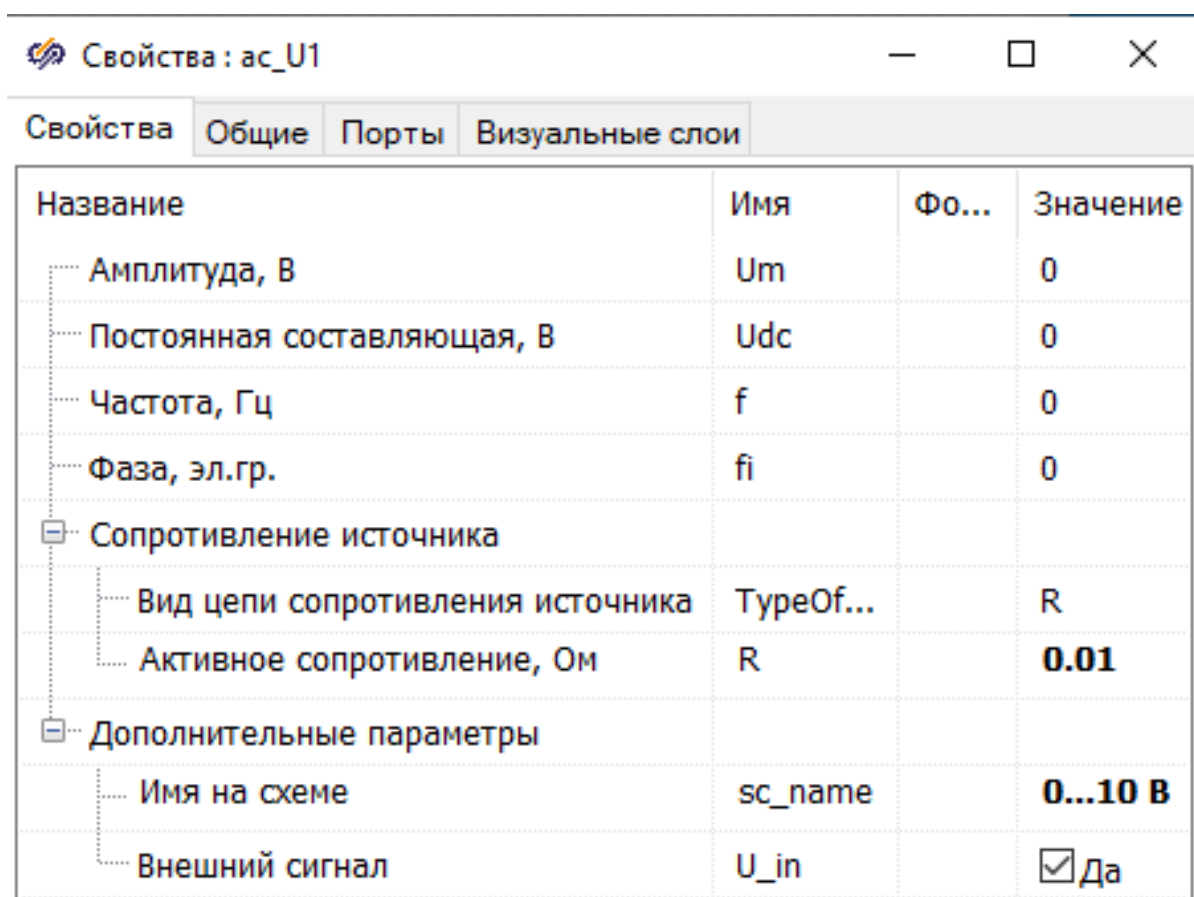

Рис. 2.7
7. Задать в окне свойств на закладке **Свойства** для блока **Источник напряжения** значения свойств в соответствии с рис. 2.7.